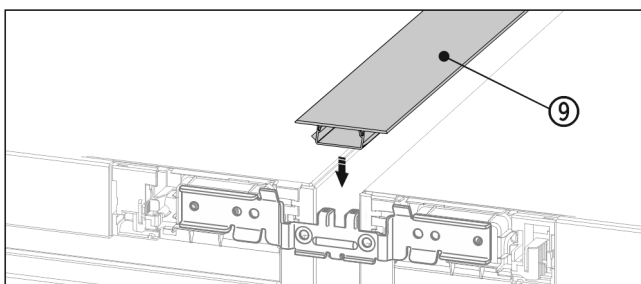

Fig. 21
- Tryck in den korta täcklisten Fig. 21 (9) i den horisontella spalten på ovsidan.